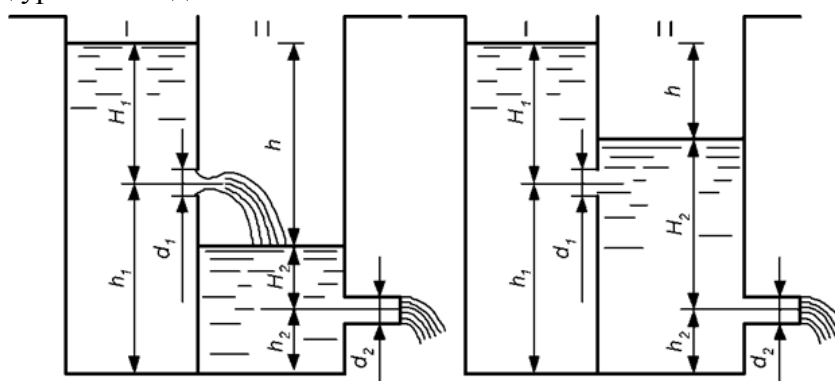

Рисунок 1
**Задача.** Бак разделен на два отсека тонкой перегородкой. Из отсека I вода через отверстие в перегородке диаметром  $d_1$ , расположенном на высоте  $h_1$  от дна, поступает в отсек II, а из отсека II через внешний цилиндрический насадок диаметром  $d_2$  выливается наружу. Высота расположения насадка над дном –  $h_2$ . Уровень воды над центром отверстия в отсеке I равен  $H_1$  (рис.1 а, б). Движение установившееся.